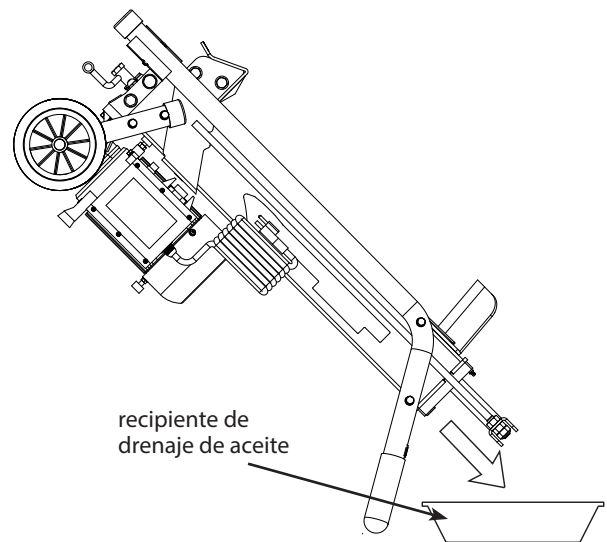

Figura 10
3. Voltee el partidor de leña sobre el lado de la pata de apoyo y use un recipiente con capacidad de un galón (4 litros) para drenar el aceite hidráulico. **(CONSULTE LA FIGURA 10)**